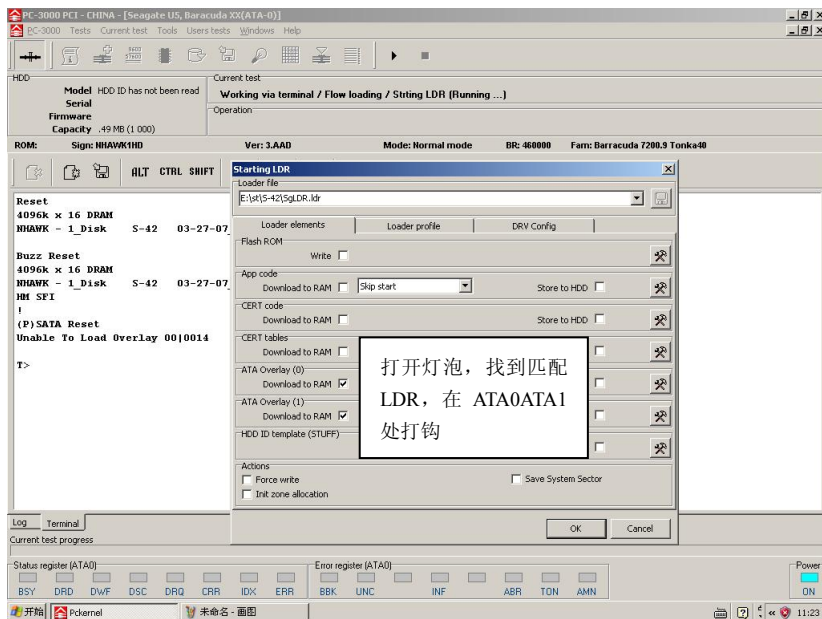

图 7-74 在 ATA0ATA1 处打钩
(2) 打开灯泡，找到匹配 LDR，在 ATA0ATA1 处打钩，如图 7-74 所示。